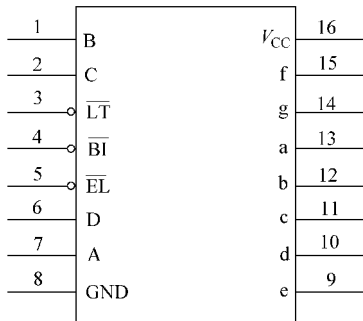

图 6-27 CD4511 的引脚排列图
图 6-27 所示是七段显示译码器 CD4511 的引脚排列图。该集成译码器有四位 BCD 码输入端 A、B、C、D 和七段码输出端 a、b、c、d、e、f、g。另外，CD4511 还有 3 个输入控制端，其功能如下：③ 脚为灯测试输入端，该端为 0，无论输入 A、B、C、D 为何种状态，输出都为 1，数码管七段全亮，显示出“8”字，用来检测数码管的七段是否能正常显示。④ 脚为动态灭 0 输入端，当该端为 0 时，输出都为低电平，显示器全灭。⑤ 脚为锁存控制功能端口，该端加高电平时，则在此之前一瞬间的 A、B、C、D 的输入状态被集成电路锁定并保持，即集成电路锁存了这一瞬间的状态，同时译码输出也随之保持不变，当⑤脚为低电平时，A、B、C、D 输入则直接到达译码变成七段信号从 a、b、c、d、e、f、g 输出。
(1) 译码显示电路常见故障现象